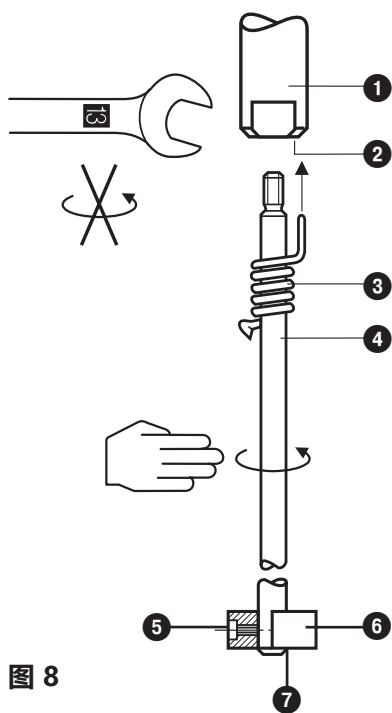

图 8
1. 将电极延长杆 ④ 拧入测量电极 ①。图 8
3. 在电极延长杆 ④ 上划出尺寸线。
4. 将电极延长杆 ④ 从测量电极 ① 中旋出并截短。
5. 在目检后，将延长杆 ④ 牢固地拧入测量电极 ①。将止动弹簧 ③ 滑动到电极延长杆 ④ 上，直至将其固定在孔 ② 中。
6. 安装测量面扩展件：将垫片 ⑥ 推至延长杆上，使延长杆超出垫片底部达 2 mm。在该位置处用埋头螺栓 ⑤ 固定垫片。从下方沿电极延长杆将随附的止动垫片 ⑦ 推压至垫片 ⑥。